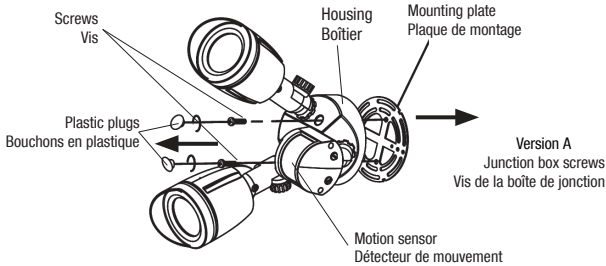

Fig. 1B
2. Remove the two plastic plugs. Remove inserted screws and mounting plate (Fig. 1B).
2. Retirer les deux bouchons en plastique. Retirer les vis insérées et la plaque de montage (Fig. 1B).